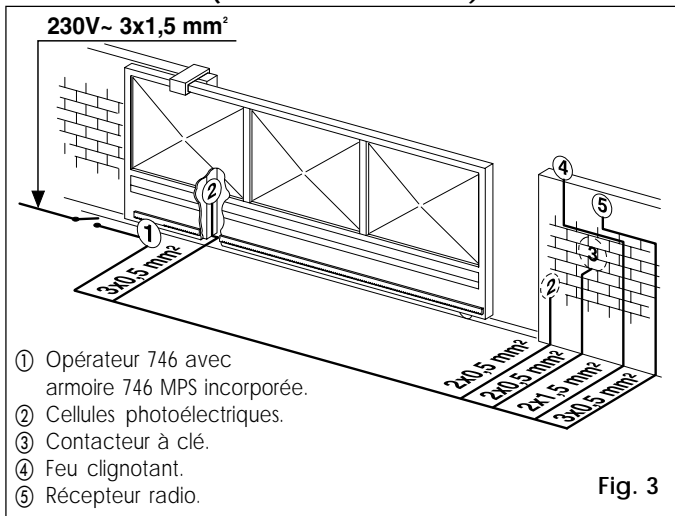

Fig. 3
- 4) Poser les câbles électriques pour la connexion avec les accessoires et l'alimentation électrique comme indiqué Fig. 3. Pour faciliter les branchements électriques à l'armoire de manoeuvre, faire sortir les câbles d'environ 40 cm du trou de la plaque de fondation (Fig. 5-6 rep. ❶)